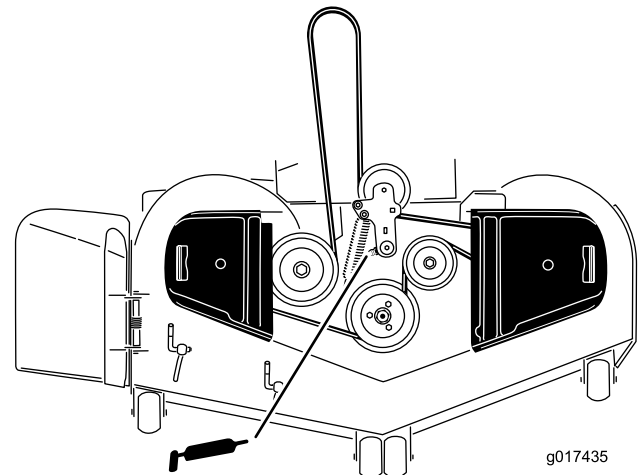

Figure 34
3. Graissez le pivot de la poulie de tension du tablier de coupe jusqu'à ce que la graisse ressorte par le bas (Figure 34).